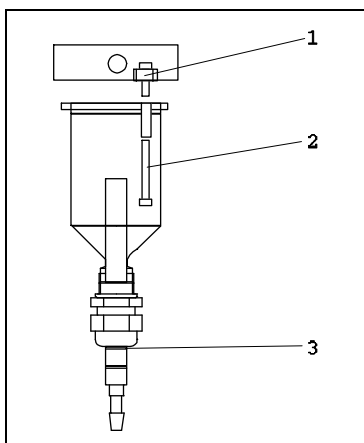
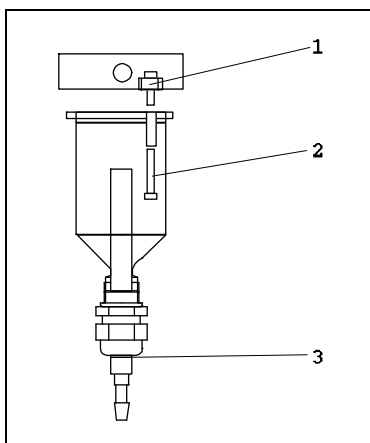

Рис. 9: Один анализатор
Рис. 10: Два анализатора
1. В зависимости от применения, установите или не устанавливайте правый регулировочный штырь. (см. рис. 9 и рис. 10, позиция 2).